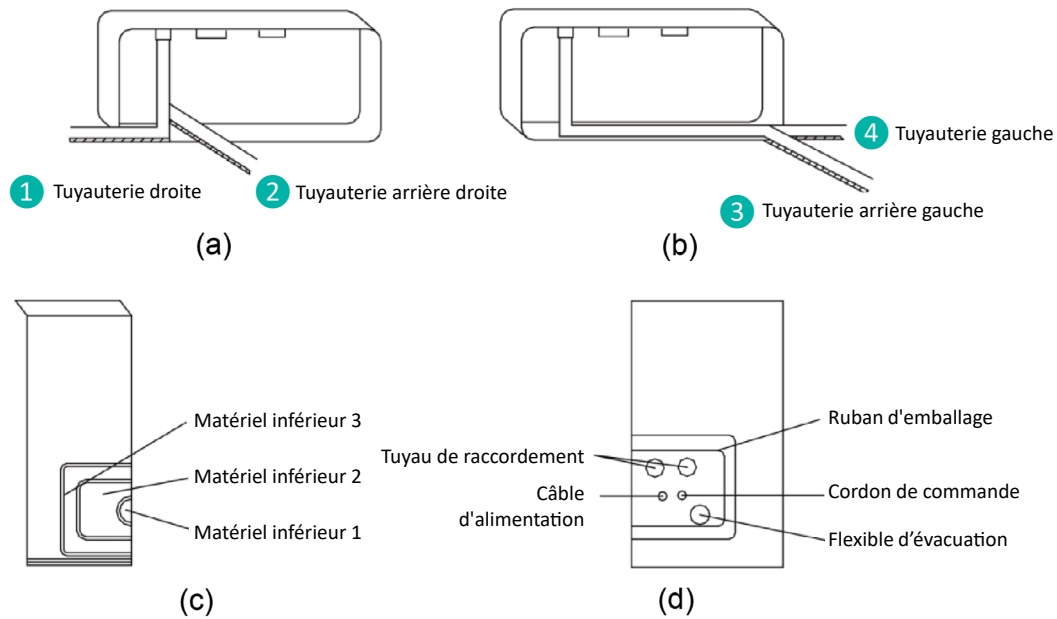

Fig.5.6
- ❶ Lors de la pose de la tuyauterie et du câblage du côté gauche ou droit de l'unité intérieure, il est nécessaire de couper les ouvertures du tuyau à gauche sur le support de l'unité. (Voir Fig.5.6)
- 3) Des tuyaux de type ❶, ❷, ❸ sont recommandés.
- ❷ Laissez passer la tuyauterie et le câble dans l'orifice de tuyauterie après les avoir attachés (voir Fig. 5.6 (d)).
- ❸ Accrochez le clou derrière l'unité intérieure dans la cheville du panneau mural et bougez l'unité vers la gauche et la droite pour vérifier qu'elle est bien stable.
- ❹ Assurez-vous que la hauteur de pose de l'unité intérieure se situe 2,5 m au-dessus du sol.